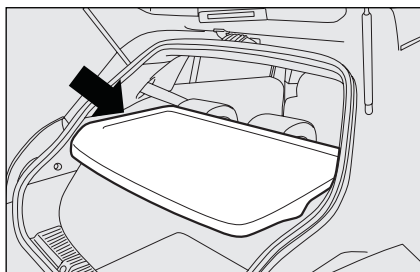
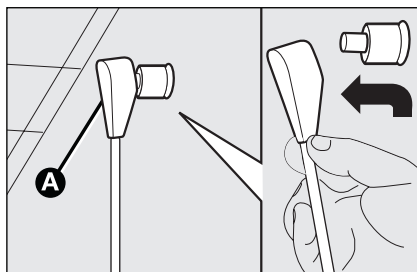

Рис. 90
Рис. 91
- ☐ снимите заднюю полку багажника, см. **рис. 90** и отпустите верхние концы **A**, см. **рис. 91** двух тяг, сняв проушины со штоков и сдвинув их в направлении стрелки;